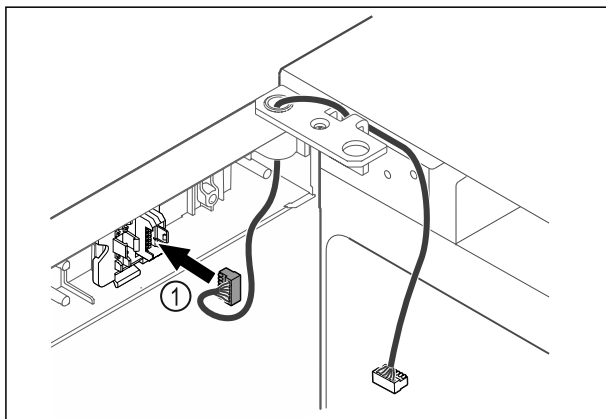

Fig. 49
- ▶ Enchufar el conector Fig. 49 (1) en su soporte.